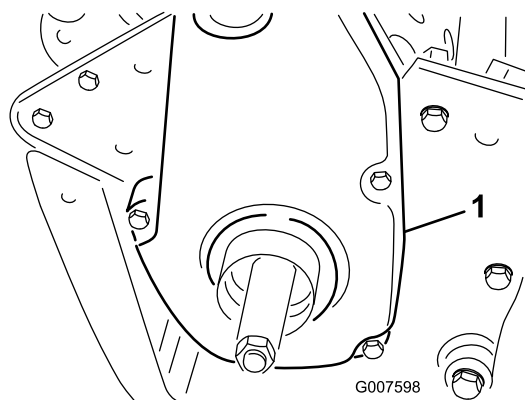

Figura 37
6. Retire la cubierta de la correa trasera del lado derecho de la máquina (Figura 37).